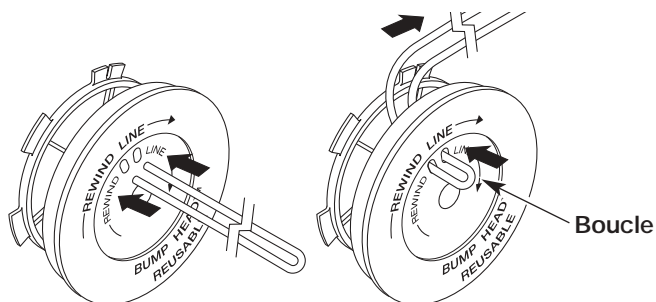

Fig. 19
- Découpez environ 5 m (16 pi) de fil neuf et faites-en deux boucles de longueurs égales. Insérez chaque extrémité de fil dans l'un des deux trous du moulinet (Fig. 19). Tirez le fil à travers le moulinet pour que la boucle soit le plus petit possible.